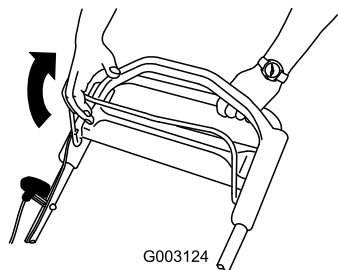

Figura 30
2. Tire de la barra de control de la cuchilla hacia el manillar (Figura 30).